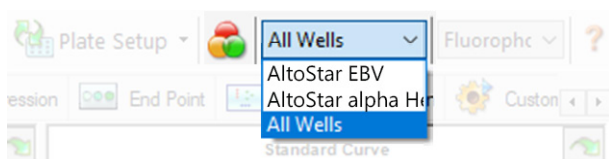

Figura 4: Botón Well Group (grupo de pocillos) y menú desplegable Well Group (grupo de pocillos)
En la ventana Data Analysis (análisis de datos), asegúrese de seleccionar el **Well Group** (grupo de pocillos) del kit AltoStar® EBV PCR Kit 1.5. Por tanto, haga clic en el menú desplegable **Well Group** (grupo de pocillos) junto al botón **Well Group** (grupo de pocillos) (consulte la figura 4) de la barra de herramientas. No utilice el **Well Group** (grupo de pocillos) «All Wells» (todos los pocillos). La selección de la figura 4 se usa como vista de ejemplo general.
1. En la ventana Data Analysis (análisis de datos), asegúrese de seleccionar el **Well Group** (grupo de pocillos) del kit AltoStar® EBV PCR Kit 1.5. Por tanto, haga clic en el menú desplegable **Well Group** (grupo de pocillos) junto al botón **Well Group** (grupo de pocillos) (consulte la figura 4) de la barra de herramientas.